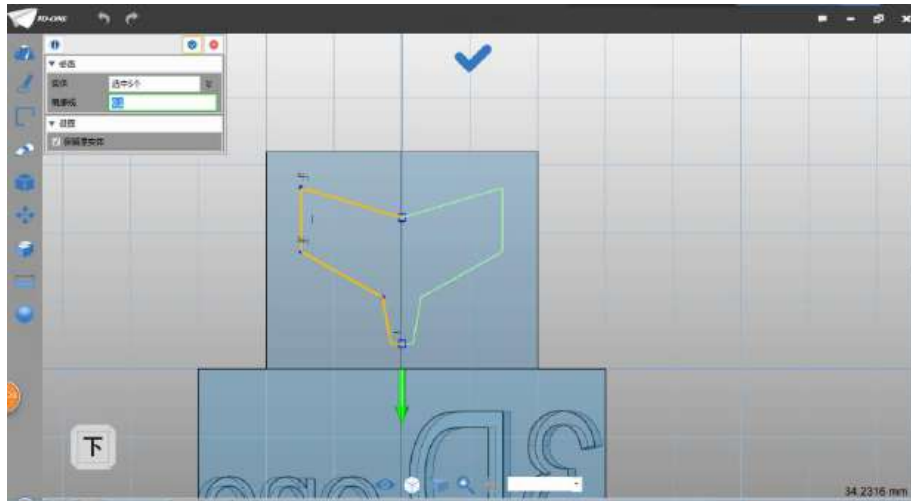

图 2-11
Step 11 选择镜像命令 ，对话框中实体选择绘制的直线，镜像线选择如下图 2-11 所示：